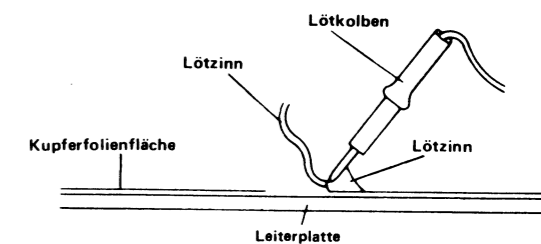

Abbildung 22-3
- Behelfsweise einen Anschluß des Bauelements auf die Kupferfolienfläche anlöten. Siehe Abbildung 22-3.